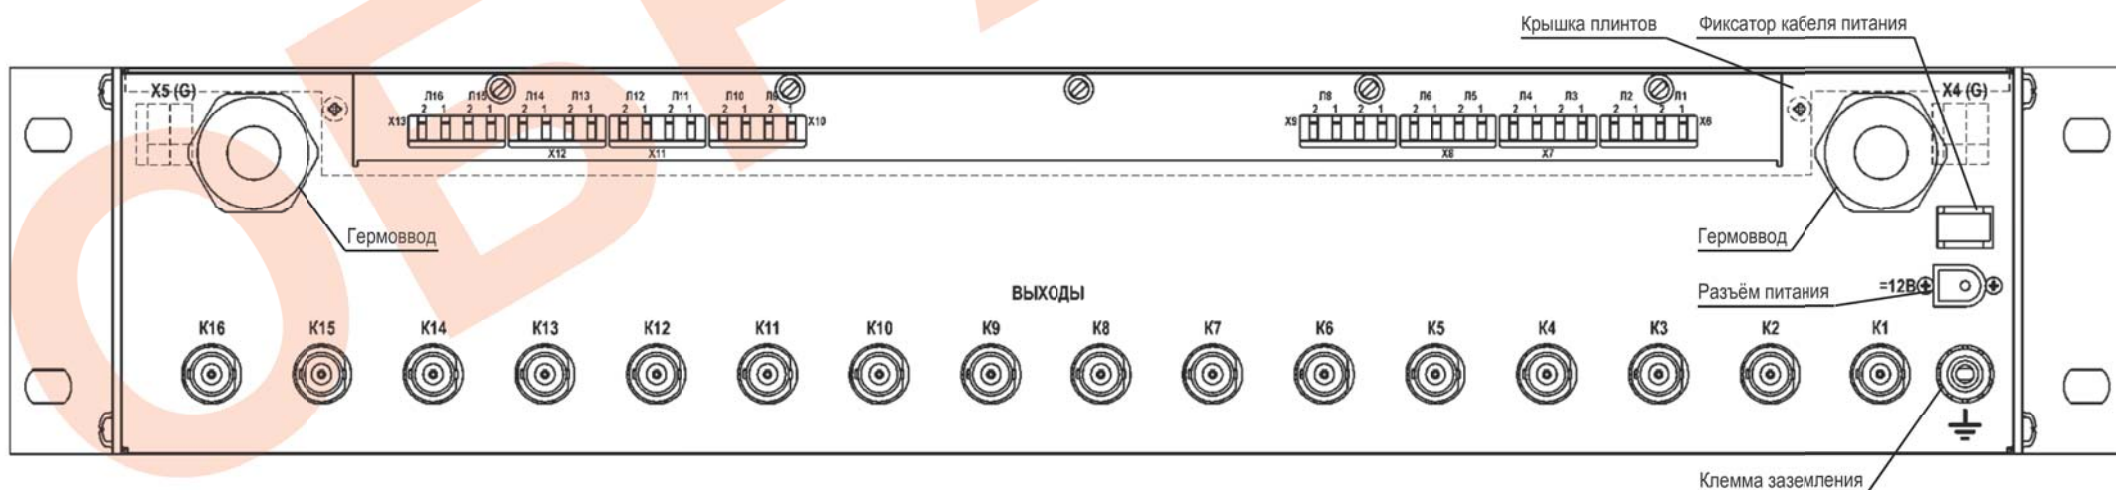

Рис.1 Вид сзади (крышка плинтов показана пунктиром)
2. Ввести кабели через гермовводы на задней стенке (рис.1).
4. Подключить сигнальные линии, идущие от передатчиков, к разъёмам X6 ÷ X13 (рис.1). На данных разъёмах пронумерованы пары контактов (рис.1). Линию, идущую от передатчика №1, необходимо подключить к первой паре контактов (Л1) разъёма X6, линию от передатчика №2 к паре контактов Л2 разъёма X6. Аналогично подключаются линии 3 – 16 к разъёмам X7 ÷ X13 (пары контактов Л3 – Л16).
5. Подключить дренажные проводники (проводники имеющие контакт с экраном кабеля) к разъёмам X4 и X5 (G) (рис.1).
Выходные видеосигналы снимаются с соответствующих BNC-разъёмов K1...K16 (рис.1).
1. Соединить клемму заземления « \perp » (рис.1) проводом с шиной заземления.
2. Подключить блок питания к крейту с помощью разъёма питания (рис.1).